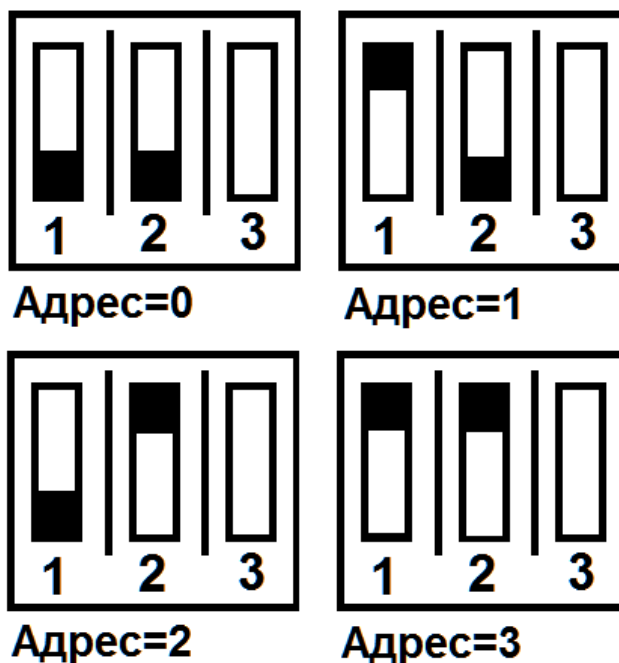

Рисунок 3.2
**Внимание! Установка адреса необходимо производить только при отключенном от блока питания контроллере.** За установку адреса отвечает первый и второй DIP переключатель расположенный на плате контроллера, см. рисунок 3.2